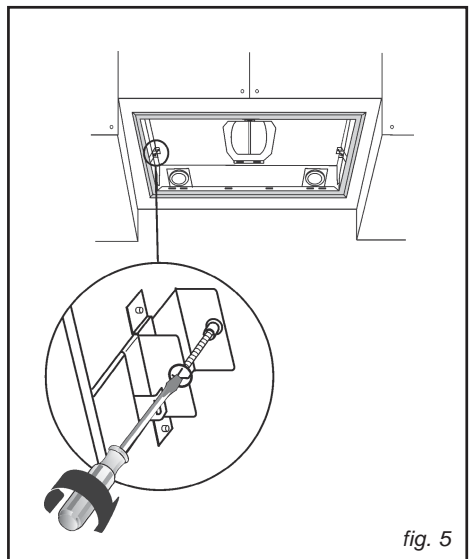
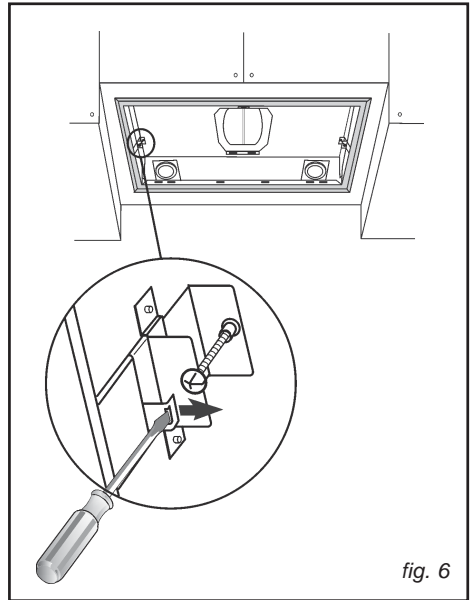

fig. 5
fig. 6
- Die im Gerät 2 Schrauben anziehen (Abb. 5) bis das Teil auf der Hinterseite des Hängeschrankes haftet. Die beiden Schrauben nicht forcieren, damit die Metallbügel in der richtigen Position bleiben.
- Die im Gerät 2 Schrauben anziehen (Abb. 5) bis das Teil auf der Hinterseite des Hänßeschrankes haftet. Die beiden Schrauben nicht forcieren, damit die Metallbügel in der richtigen Position bleiben.
Die zwei Schrauben im Geräteinneren (Abb.5) lockern, die beiden Zungen in Richtung Geräteinneres über die vorgesehenen Einschnitte verschieben (Abb.6) und das Gerät herausnehmen.